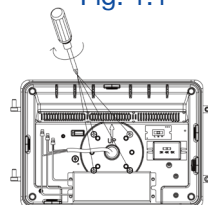

Fig. 1.5
5. Fixer la plaque de montage à l'aide de vis et connecter les fils (L, N, G) à l'alimentation (Fig. 1.5).